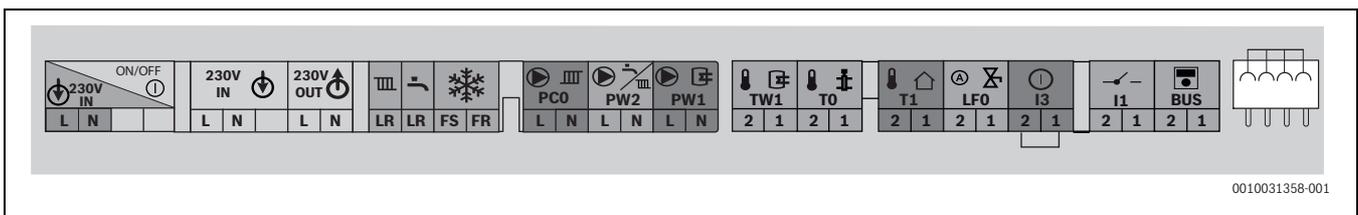

Fig. 30 Bornera para accesorios externos
- ▶ Conectar el cable a la bornera para accesorios externos (→ fig. 30).